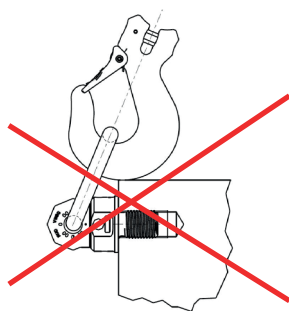

Рис. 3:
*Овальное звено (петля), а также подвешенное грузозахватное приспособление должно быть подвижным в такелажной точке VWBG, опирать его о кромки груза и корпус VWBG запрещено (Рис. 3).*